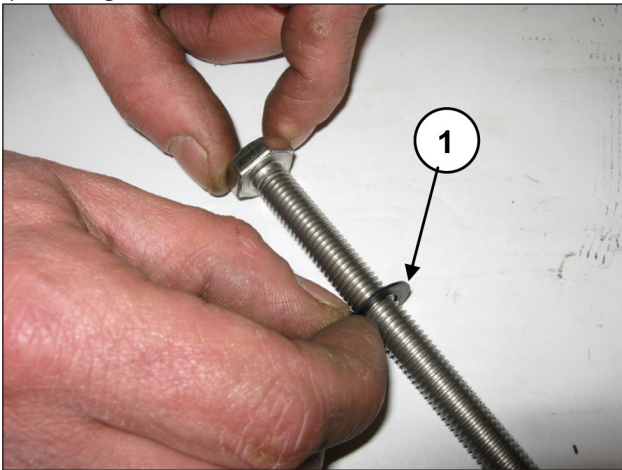

Fig. 156
Insira a arruela Ø10x18x0.9 no parafuso de fixação do pistão (pos. ①, Fig. 156).